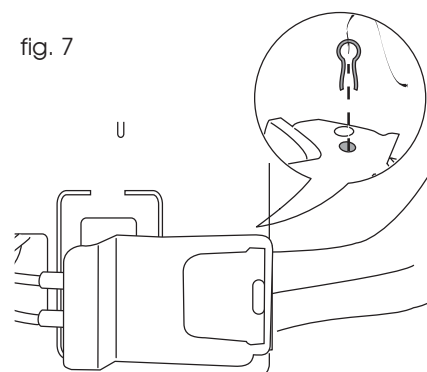

fig. 7
- 5) Introduza a ficha de segurança no orifício previsto (fig. 7).